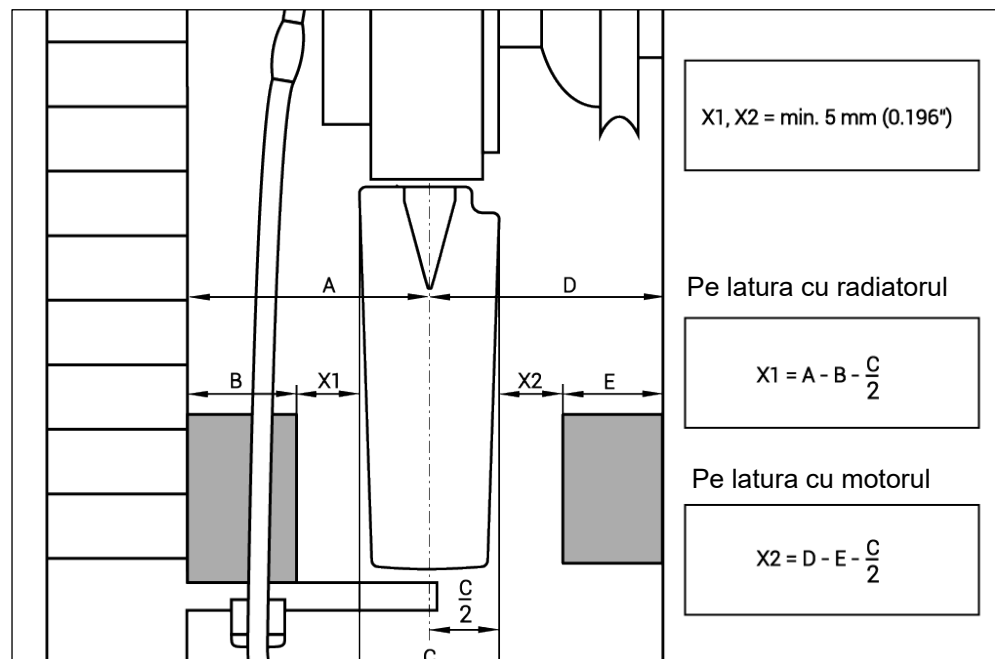

Fig. 38
33) Măsurati dacă există vreun obiect aflat în cale (consultați Fig. 38).